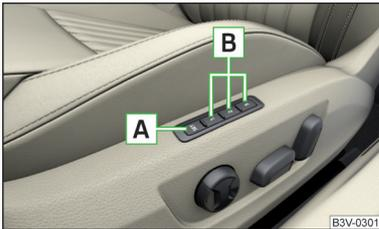

Abb. 84
Unter den Speichertasten **B** am Fahrer- bzw. Beifahrersitz kann jeweils eine Einstellung der jeweiligen Fahrersitz- und Außenspiegelposition gespeichert werden » Abb. 84.
- Die Taste **SET** **A** » Abb. 84 drücken und anschließend innerhalb von 10 s die gewünschte Speichertaste **B** drücken. Das Speichern wird mit einem akustischen Signal bestätigt.
- Die Zündung einschalten und die gewünschte Speichertaste **B** » Abb. 84 drücken.